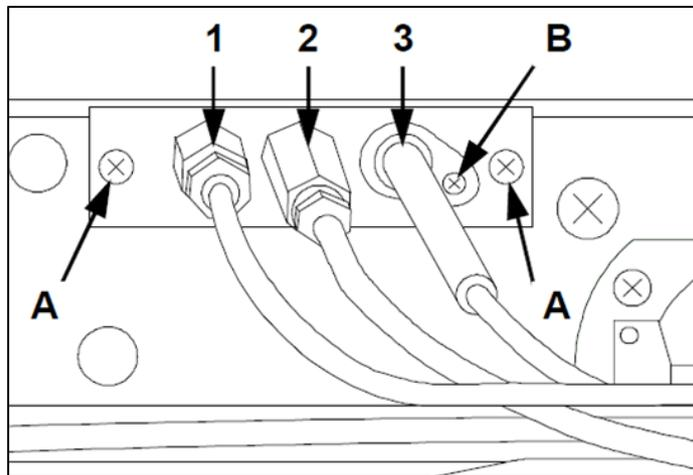

FIG.18
- Destornillar el termopar con una llave especial fija (FIG.18- Ref.1);
- Destornillar los dos tornillos de soporte (FIG.18-Ref.A);
- Montar el nuevo piloto (FIG.18-Ref.2) según las fases arriba descritas.
- Quitar la bujía destornillando los tornillos (FIG.18-Ref.B);
- Montar la nueva bujía (FIG.18-Ref.3) siguiendo las fases arriba indicadas.